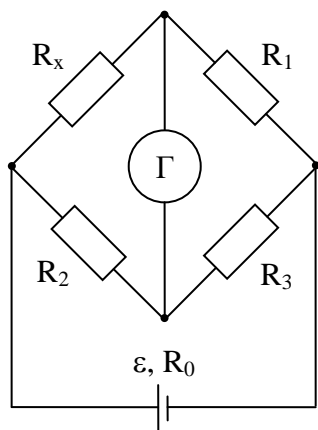

Рис. 5.
19. Определить значение сопротивления резистора R_x , включенного в плечо моста (рис. 5), если в уравновешенном состоянии сопротивления других плеч моста составляют: $R_1 = 100$ Ом, $R_2 = 524$ Ом, $R_3 = 2000$ Ом.